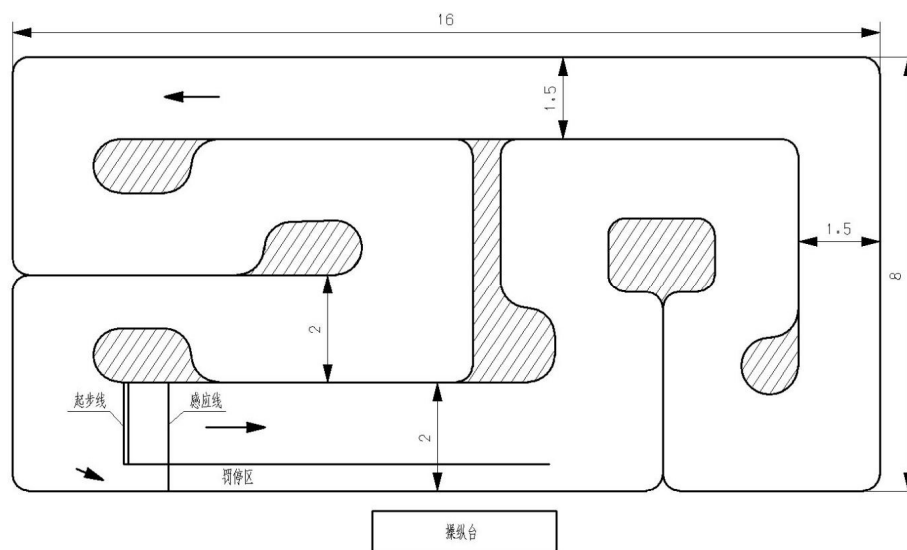

图 5 公路竞速运动水平五级实操测试场地
7.3.3 公路竞速运动水平五级实操测试场地见图 5，场地及围挡可以通过划线及低成本方式布置。实操测试规则按 7.3.2.1~7.3.2.5 执行。